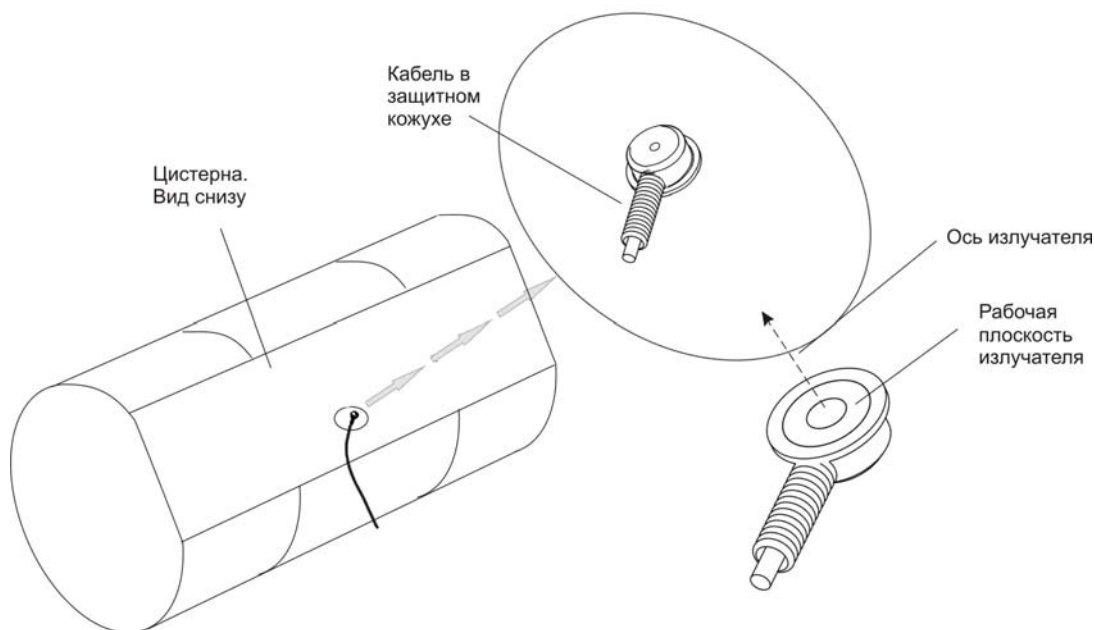

Рисунок 7.
3. Выберите на днище цистерны 4-5 предполагаемых мест для установки излучателя. Они должны размещаться максимально близко к центру цистерны. Внутри над ними не должно быть внутренних переборок или других деталей (патрубков, поплавков, и т.д.). Убедитесь, что рабочая плоскость излучателя 2 будет расположена горизонтально, т.е. максимально параллельна поверхности топлива в цистерне, и соответственно, чтобы направление оси излучателя, было насколько возможно близко к вертикальному (рис.7).